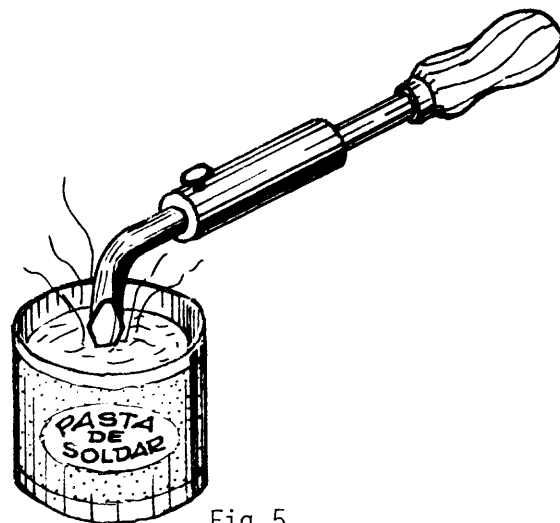

Fig.5
- c) Aplique en la punta pasta desoxidante o resina (fig.5).